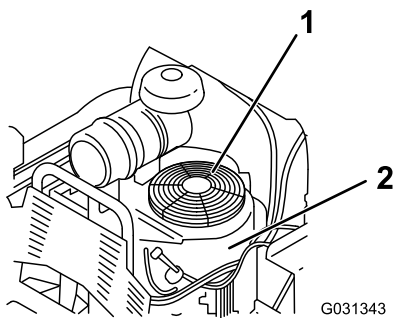

Figure 75
3. Déposez la grille d'entrée d'air et le carter du ventilateur (Figure 75).
5. Reposez la grille, la prise d'air et le carter du ventilateur (Figure 75).